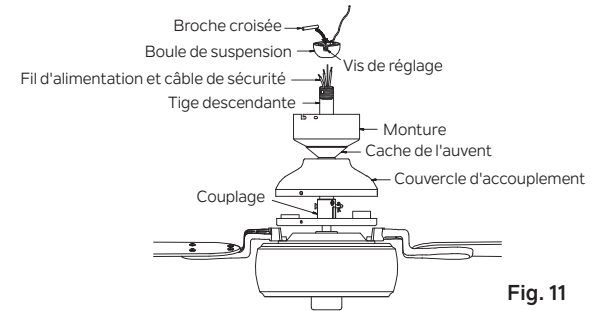

Fig. 11
Étape 8. Glissez le couvercle du couplage, le cache de l'auvent et l'auvent sur la tige descendante. (Fig. 11)